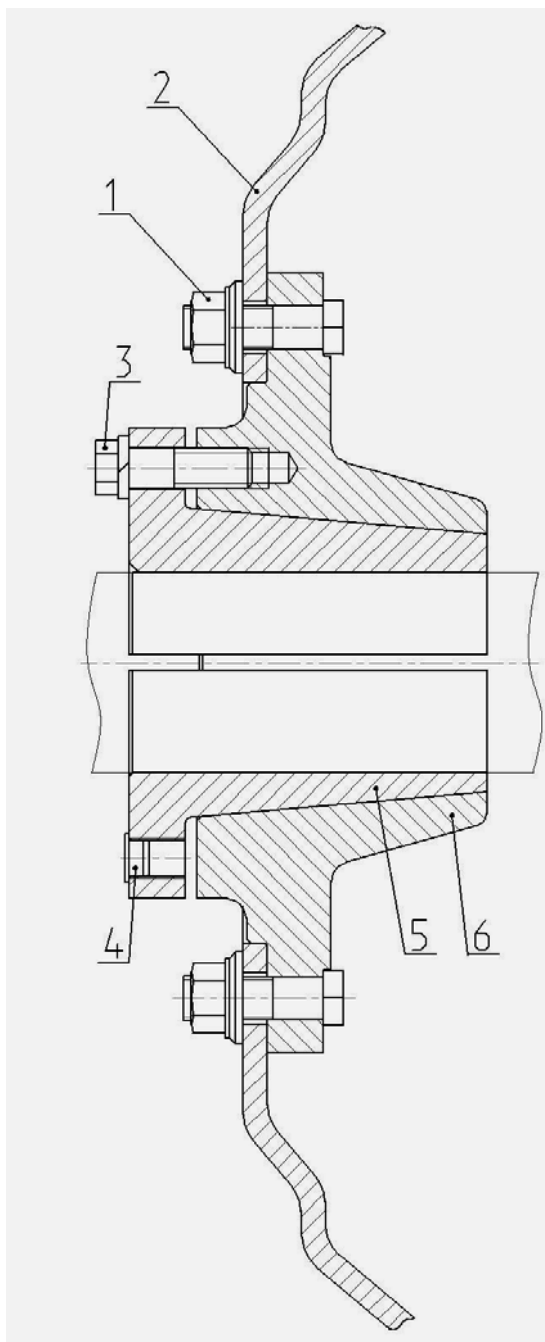

Рис.10.1 Демонтаж заднего колеса и ступицы.
1) демонтируйте заднее колесо, (рисунок 10.1), для чего:
2.2) вверните болты (3), в отверстия на вкладыше (закрытые пробками (4)), вращая болты до тех пор, пока вкладыш (5) не выпрессуется из корпуса (6) ступицы.
Установку ступицы производите в обратной последовательности. Гайки (1), (рисунок 10.1), заворачивайте моментом 700...750 Н·м.
- 3) отверните гайки (1), (рисунок 10.1);